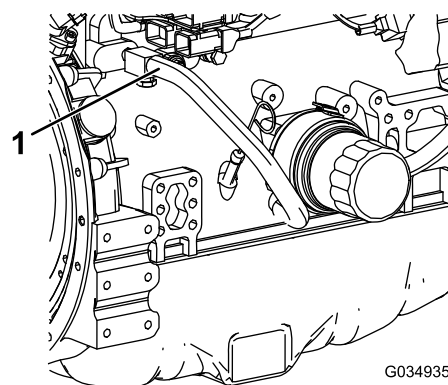

Figura 120
- 7. Retire la manguera de refrigerante del enfriador de aceite del motor (**Figura 120**).